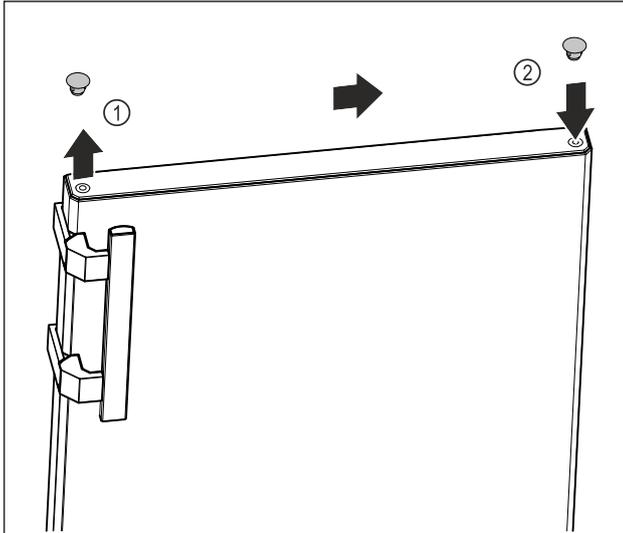

Fig. 18
- ▶ Abdeckstopfen der Türoberseite Fig. 18 (1) vorsichtig mit Schlitzschraubendreher anheben.
- ▶ Abdeckstopfen auf der Gegenseite einsetzen. Fig. 18 (2)